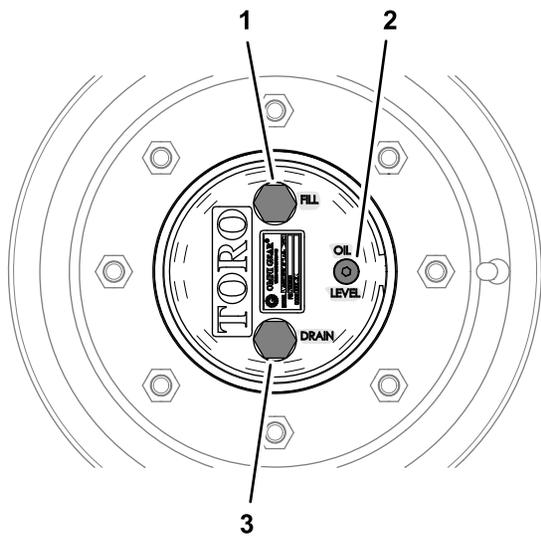

図 85
1. 水平な床面で、補給プラグが最高位置時計の 12 時の位置、点検プラグが 12 時、ドレンプラグが最低位置 6 時の位置にくるように駐車する **図 85**。
1. 水平な床面で、補給プラグが最高位置時計の 12 時の位置、点検プラグが 12 時、ドレンプラグが最低位置 6 時の位置にくるように駐車する 図 85 プラネタリギアオイルの点検 (ページ 60) を参照。